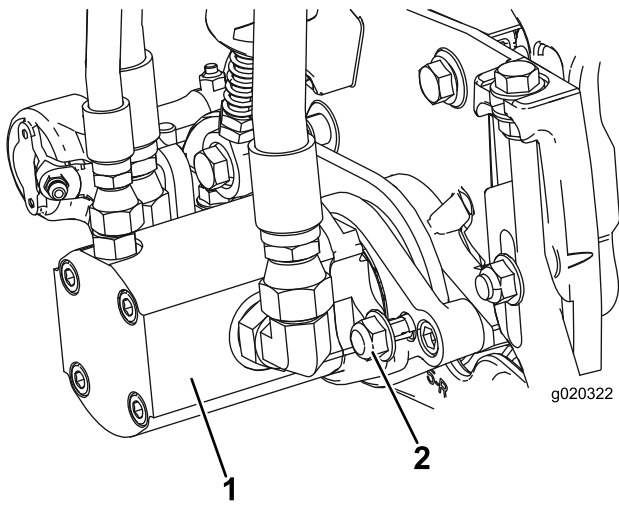

Bild 13
16. Montieren Sie den Motor; drehen Sie ihn nach rechts, damit die Motorflansche nicht die Sicherungsmuttern berühren (Bild 13). Drehen Sie den Motor nach links, bis die Flansche die Muttern umgeben. Ziehen Sie die Muttern dann an.